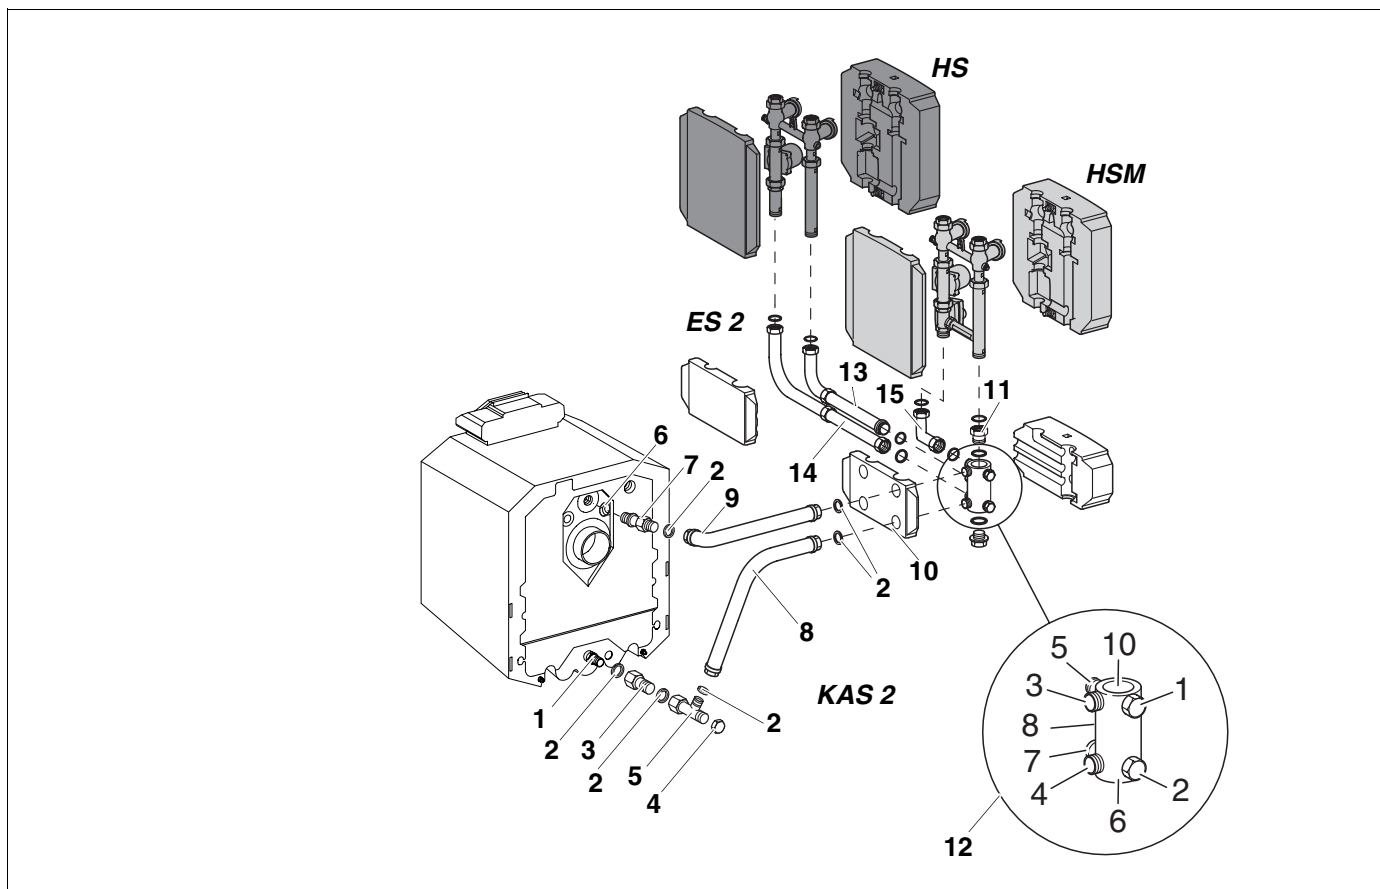

Abb. 7 Seitlich parallel Linksanbau
Legende zu Abb. 7
Die Nummerierung der Anschlüsse am eingebauten Multifunktionsverteiler muss unbedingt mit der Nummerierung in Abb. 7 übereinstimmen, sonst stimmen die Vor- und Rücklaufanschlüsse von der Kesselseite mit der Heizkreisseite nicht überein!
- Rücklaufrohr (8) mit dem langen Schenkel nach unten an den seitlichen Abgang des T-Stückes (5) ansetzen, Dichtung einlegen und Verschraubung anziehen.
- Kurzen Schenkel des Rücklaufrohres in der Waagerechten ausrichten und die Verschraubung zwischen Verlängerungsstück (3) und T-Stück (5) anziehen.
- Hinten Verschlusskappe (4) auf das T-Stück (5) schrauben.
- Wärmedämmschale (10) ausschneiden und über das Vor- und Rücklaufrohr schieben.
- Multifunktionsverteiler (12) mit dem Abgang Nr. 3 an das Vorlaufrohr (9) anschrauben.
- Multifunktionsverteiler mit dem Abgang Nr. 4 an das Rücklaufrohr (8) anschrauben.
- Das Adapterstück (11) von oben in den Abgang Nr. 10 des Multifunktionsverteilers eindrehen.
- Dichtungen in die Winkelverschraubung (15) einlegen und die Winkelverschraubung mit dem langen Schenkel auf den Abgang Nr. 5 des Multifunktionsverteilers aufschrauben.
- Dichtungen in das Adapterstück (11) und in die Winkelverschraubung (15) einlegen.
- Heizkreis-Set mit Mischer (HSM) oder ohne Mischer (HS) entsprechend Abb. 7 aufschrauben.